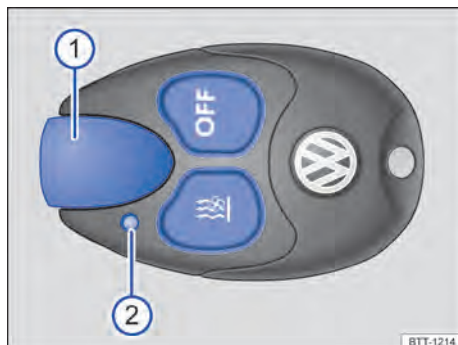

Fig. 250 Aquecimento estacionário: controle remoto.
- **Ligar:** pressionar o botão **⏻** → Fig. 250. Se a luz de controle ficar acesa por aproximadamente 2 segundos na cor verde, o aquecimento estacionário estará ligado.